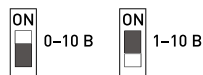

Рисунок 4. Установка режима 0-10 В или 1-10 В
- 3.5. С помощью DIP-переключателей на корпусе установите режим работы 0-10 В или 1-10 В (рисунок 4).